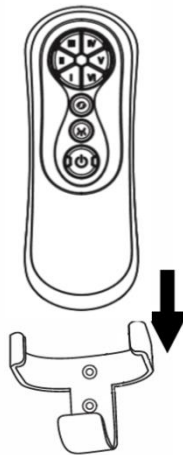

Fig. 11b
2. Fare scorrere il telecomando all'interno del supporto (Fig. 11b).